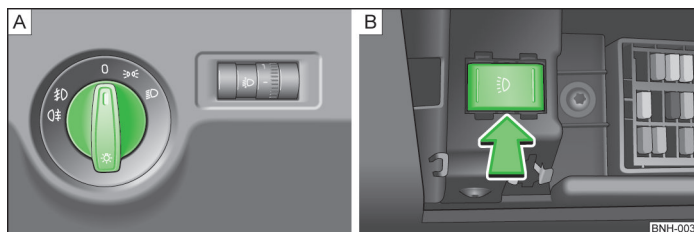

Abb. 18 Schalttafel: Lichtschalter / Sicherungsfach: Schalter für Tagfahrlicht
Bei Fahrzeugen mit **Rechtslenkung** weicht die Anordnung der Schalter zum Teil von der in » Abb. 18 » Seite 34 gezeigten Anordnung ab. Die Symbole, die die Schalterstellungen markieren, sind jedoch gleich.
- Den Lichtschalter » Abb. 18 - **A** in Stellung $\Rightarrow \Leftarrow$ drehen.
- Den Lichtschalter » Abb. 18 - **A** in Stellung 0 drehen.
Den Lichtschalter » Abb. 18 -  » Seite 34 in Stellung 0 drehen.
- › Die Taste » Abb. 18 -  » Seite 34 rechts drücken.
- › Die Taste » Abb. 18 -  » Seite 34 links drücken.
- Den Lichtschalter » Abb. 18 - **A** » Seite 34 in Stellung \rightleftharpoons drehen und das Fahrzeug verriegeln.